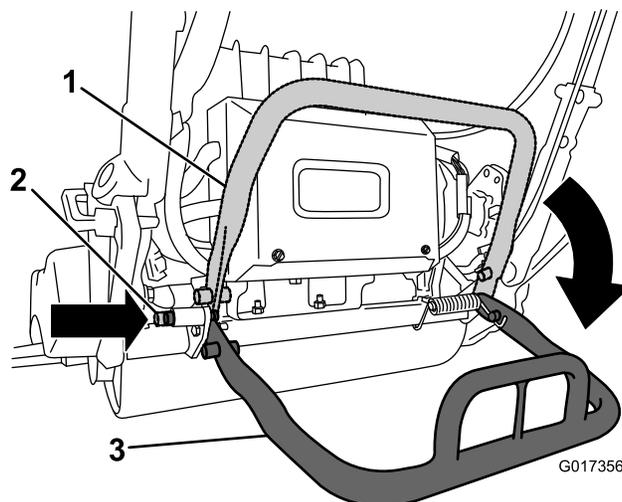

Figura 4
2. Abbassate il cavalletto e premete il perno di bloccaggio per fissarlo in posizione di servizio (Figura 4).